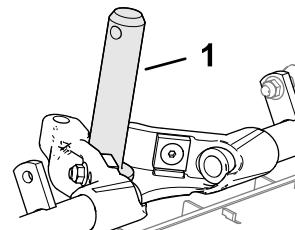

Bild 25
2. Schmieren Sie den Trägerrahmen mit sauberem Schmiermittel ein (Bild 25).